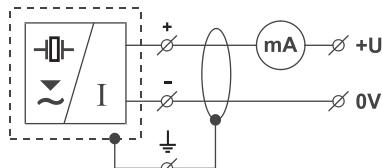
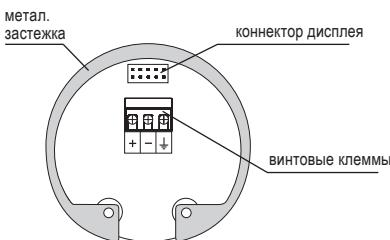

Рис. 19: Схема присоединения измерителя уровня с токовым выходом ULM-70_-_-I
Рис. 20: Вид изнутри на винтовые клеммы измерителя уровня с выходным током ULM-70_-_-I
5. Согласно схеме, приведенной на рис. 19 (21), присоединить кабель к винтовым клеммам рис. 20 (22). Терминалы и кабельные вводы надежно затяните. Крутящий момент см. Технические данные стр. 28.